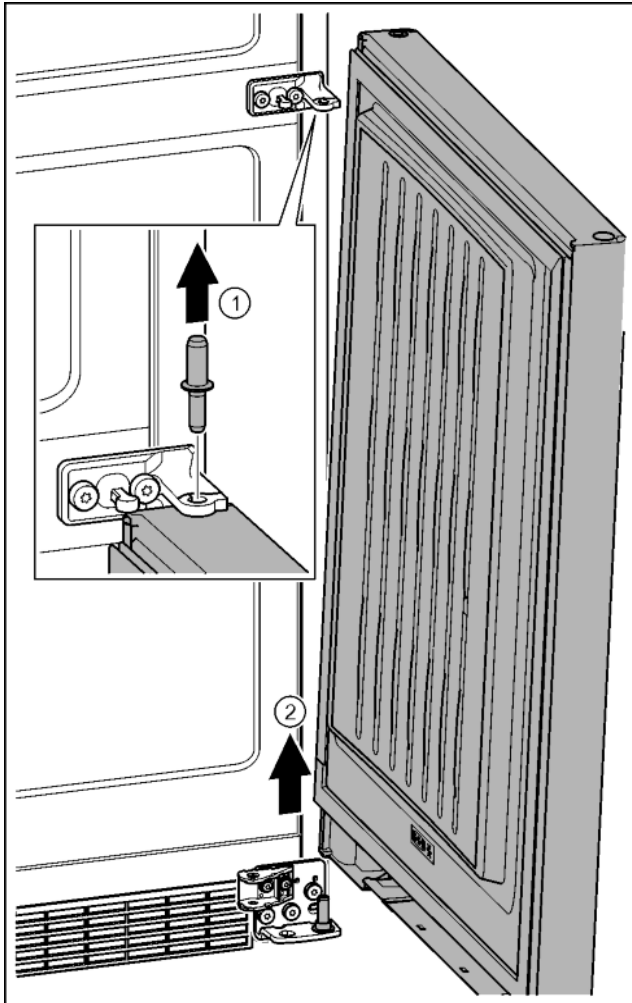

Fig. 22
- ▶ Bolzen nach oben herausziehen. *Fig. 22 (1)*
- ▶ Tür herausschwenken, nach oben ziehen und beiseite stellen. *Fig. 22 (2)*